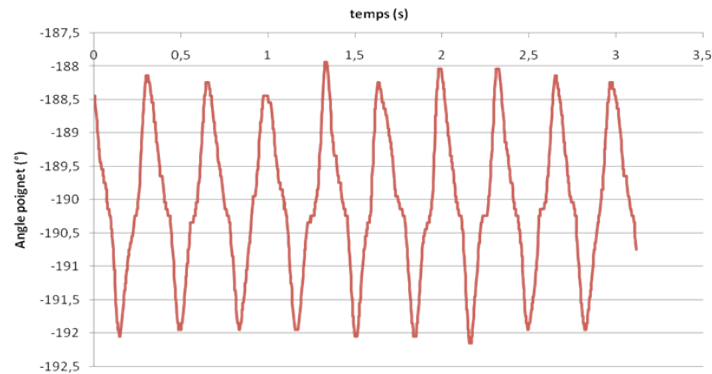

Figure 3 - Résultat pris pour poignet asservi sur la position -190° et baguette en rotation, avec une vitesse de 3 tr.min^{-1} .
- **Est-ce** que cette modélisation numérique réalisée précédemment avec SolidWorks vous paraît réaliste comparé à la courbe réelle de la figure 3 ? **Conclure.**